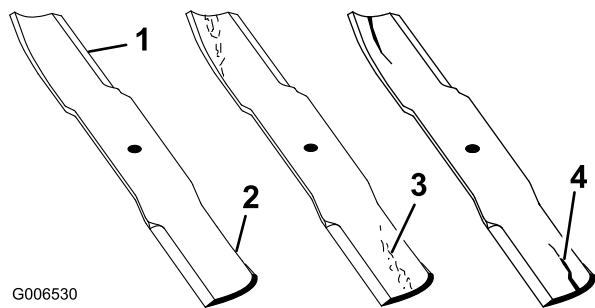

Figure 85
1. Examinez le tranchant des lames (Figure 85).
2. Inspectez les lames, surtout la partie relevée (Figure 85).
Remplacez immédiatement toute lame endommagée, usée ou qui présente une entaille (Figure 85).